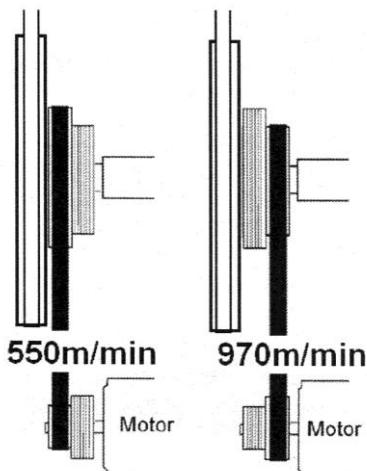
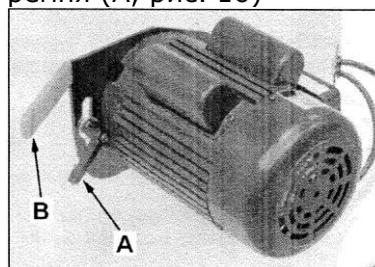

Рис. 15
Рис. 16
7.5 Регулировка скорости движения ленточного полотна (JWBS-18Q, JWBS-20Q) (рис. 15)
Изменение скорости движения полотна (рис. 16)
Отключите станок от источника эл. питания. Ослабьте ручку, регулирующую натяжение ремня (A, рис. 16)
Возьмитесь за ручку (B, рис.16), приподнимите её вверх и другой рукой закрутите ручку (A, рис.16). Переставьте ремень на шкивах (рис. 15) , затем снова ослабьте ручку (A, рис.16). Ручку (B, рис.16) надавите вниз с небольшим усилием и не отпускайте пока другой рукой не закрутите ручку (A, рис.16)